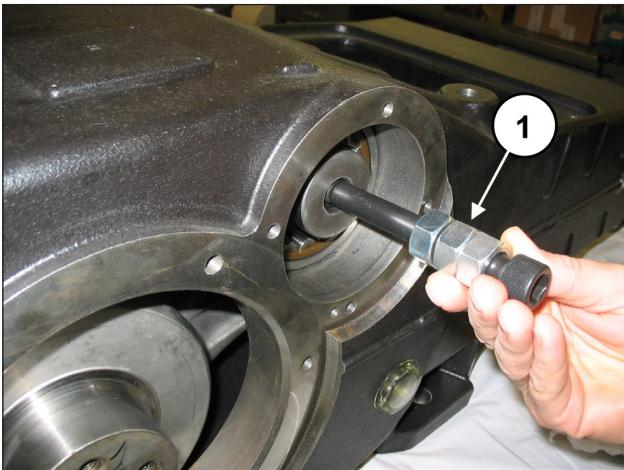

Рис. 56
Для упрощения полного ввода вала ВОМ в подшипник установите на конец вводимого вала винт M16, чтобы удерживать данный вал приподнятым (поз. ①, Рис. 56).